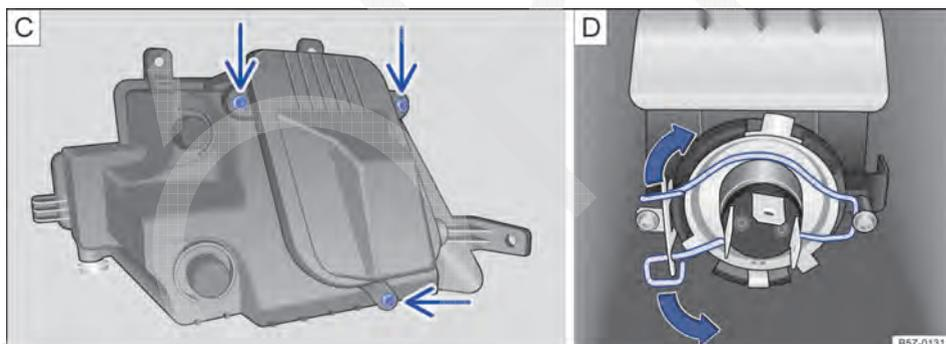

Fig. 140 No para-choque dianteiro: **C**) retirar os parafusos da cobertura da lâmpada e **D**) lâmpada do farol de neblina.
6. Retirar os parafusos indicados pelas setas → Fig. 140 C, para acessar a lâmpada do farol de neblina.
8. Comprimir a mola de travamento no sentido da seta e deslocá-la para destravar a lâmpada → Fig. 140 D.
13. Recolocar o conector de alimentação e inserir cuidadosamente o farol de neblina no alojamento do para-choque → ❶.